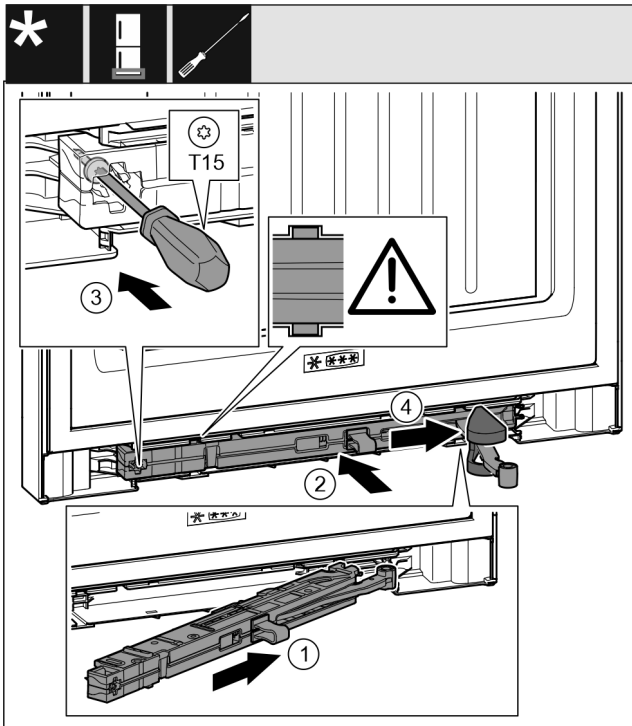

Fig. 68
- ▶ 将托架侧面的关门阻尼单元 Fig. 68 (1) 倾斜插入凹槽直至止挡装置。
- ▶ 将关门阻尼单元 Fig. 68 (2) 完全地推入凹槽。
- ▶ 用螺丝刀拧紧螺钉 Fig. 68 (3)。
- ▶ 将盖板 Fig. 68 (4) 推到铰链上方。